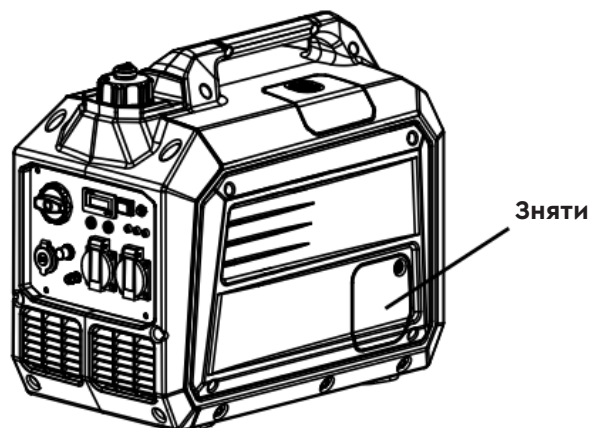

Рисунок 2-6.
2. Зніміть бокову кришку. Див. Рисунок 2-6.